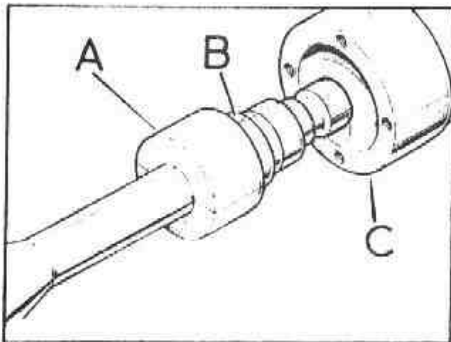

Fig. G-54 Montaje del eje en la caja compensadora
- 3.2 Situar las dos mitades del casquillo, A (Fig. G-54), sobre el cono superior B, del eje.
- 3.3 Introducir el conjunto del eje y casquillo en la caja compensadora, por su parte inferior. (Fig. G-54).